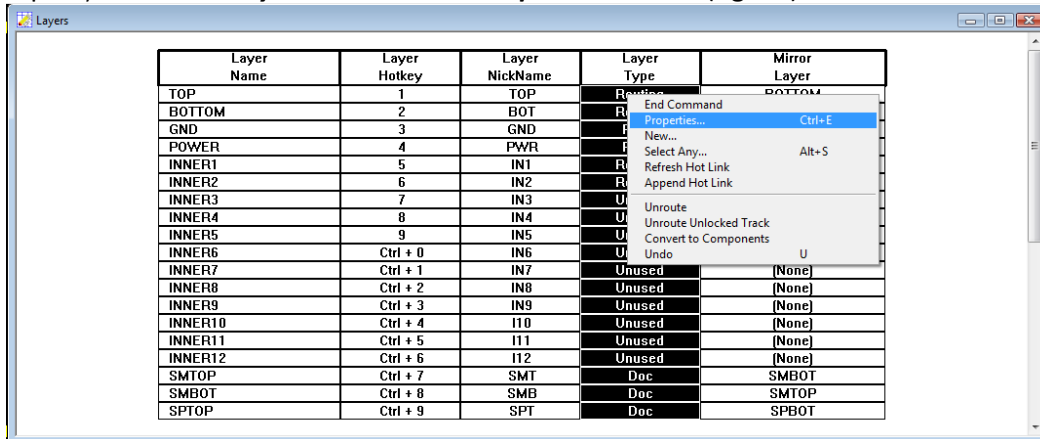

Fig. 25
- Apelați «**Tool**» - «**Layer**» - «**Select From Spreadsheet...**» (fig. 25)